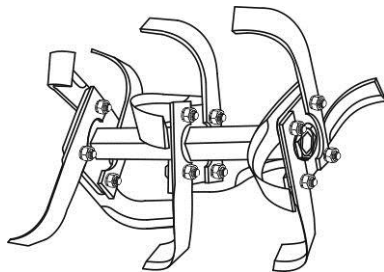

Рисунок 4.7. Ґрунтофреза у зборі
6. Скласти інші сегменти ротора ґрунтофрези (див. рисунок 4.7.). Складання лівої половини ґрунтофрези здійснюється аналогічно, з урахуванням напрямку обертання ротора.